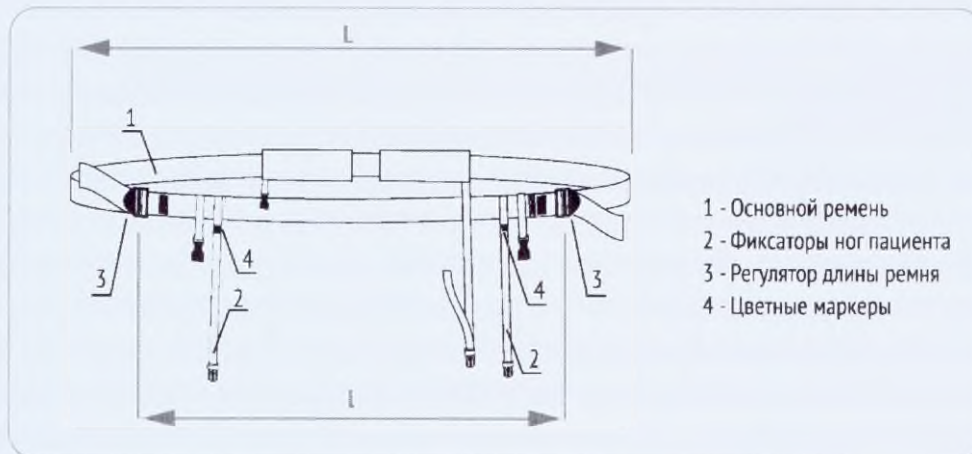

Рис. 1 Ременное устройство для переноса пострадавших РУП-«МЕДПЛАНТ»
- 2.1. Размеры ременного устройства РУП – «МЕДПЛАНТ» (рис. 1):
- длина (L) (при крайних положениях регулятора длины) 1850 мм;
4.1. Устройство изделия представлено на Рис. 1.